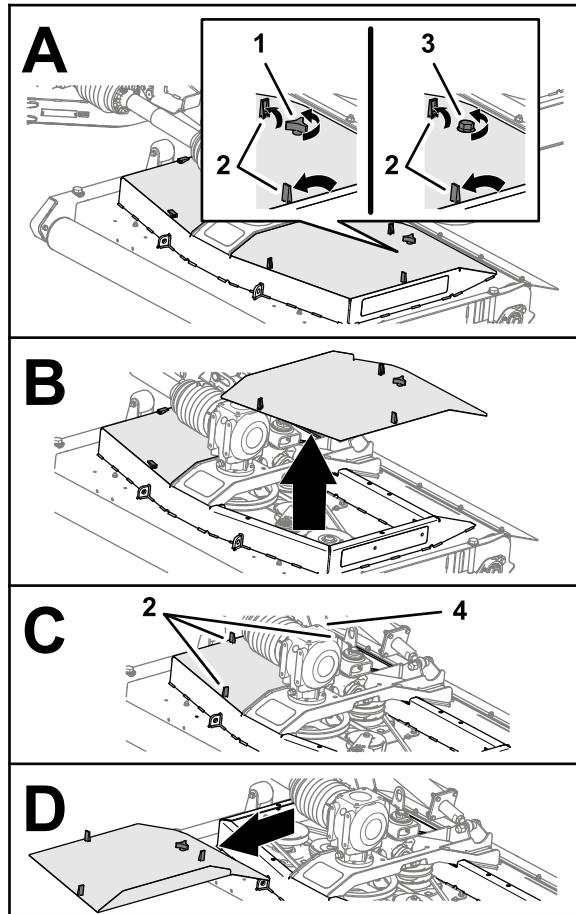

Figura 46
1. Rilasciate i 3 fermi che fissano il coperchio del piatto di taglio del tosaerba (Figura 46).
2. Allentate la manopola o il bullone (piatto di taglio del tosaerba CE) che fissa il coperchio del piatto di taglio del tosaerba al relativo piatto (Figura 46).
4. Ripetete i passaggi 1 e 2 per l'altro coperchio (Figura 46).